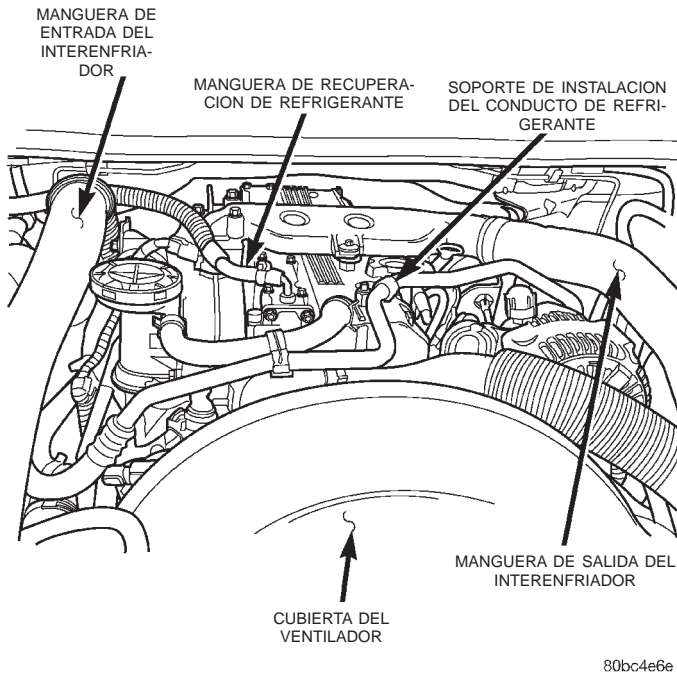

Fig. 24 Posición y orientación de soporte de apoyo de conducto de refrigerante
(3) Retire el perno del soporte de apoyo del conducto de refrigerante de la cubierta de la culata de los cilindros (Fig. 24).